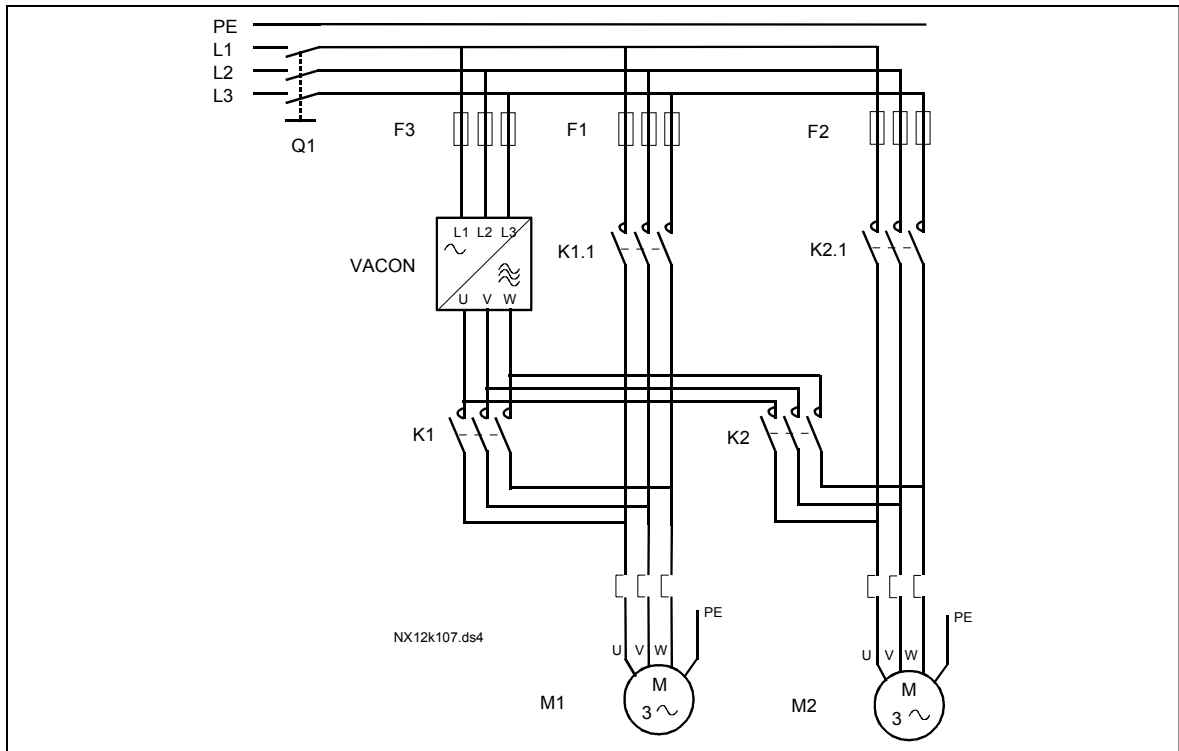

Рисунок 7-5. Пример двухнасосной автозамены, силовая схема
- Внешние контакторы, управляемые через релейные выходы преобразователя частоты, соединяют приводы с преобразователем частоты или с сетью питания. Если двигатель, управляемый преобразователем частоты, включен в последовательность автозамены, то он всегда контролируется через релейный выход, активизируемый первым. Вспомогательные приводы контролируются другими релейными выходами, активизируемыми позже (рис. 7-5 и 7-6).